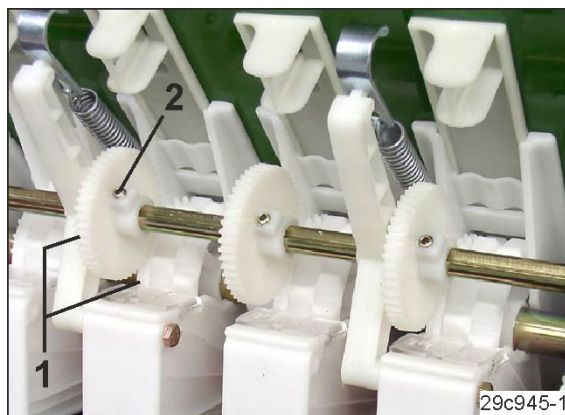

Fig. 130
13. Få tænderne (Fig. 130/1) på drevhjul og køresporsfinsåhjul til at gå i indgreb.